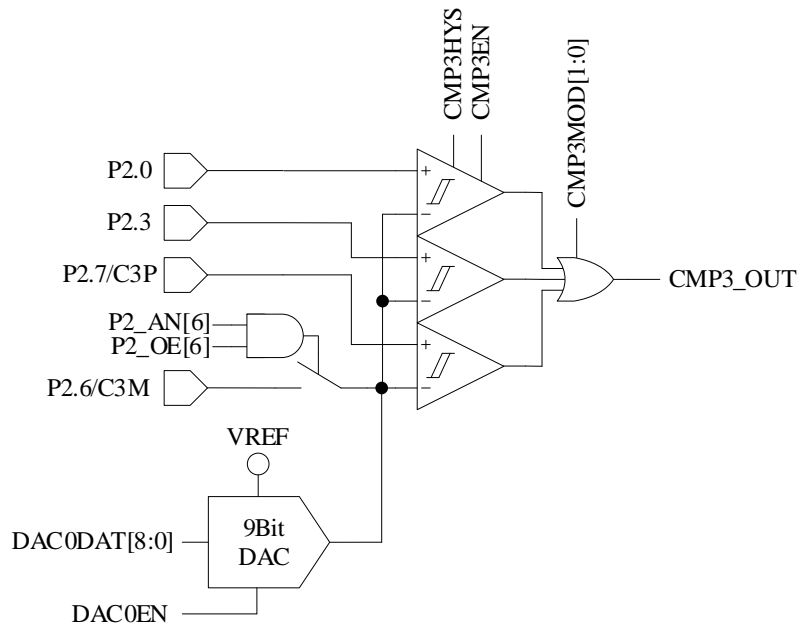

图 31-4 3 比较器输入模式
- 配置 CMP_CR1[CMP3MOD] = 1X，CMP3 为三比较器输入模式，具体输入输出端口及接法如图 31-4 所示